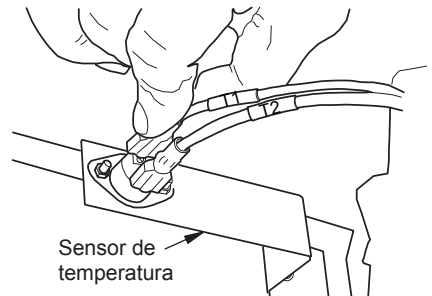

Figura 11 - Cables del sensor de temperatura
11. Conectar dos cables negro y amarillo (puertos hembra) marcados T1 y T2 con los dos puertos macho en el sensor de temperatura (consulte la Figura 11).